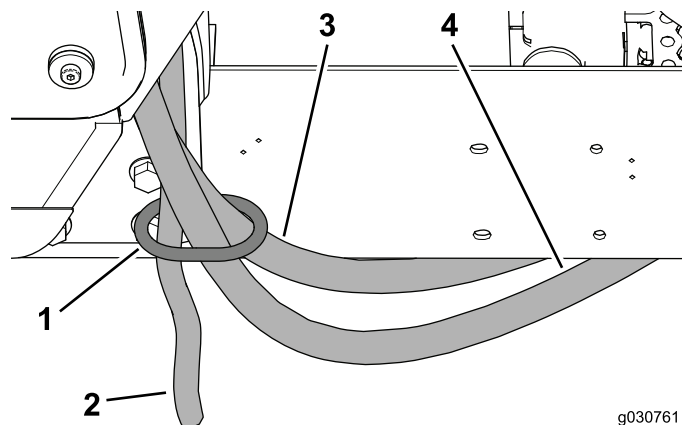

图 35
4. 将加热器软管和排水管穿过后驾驶室底座上的软管环图 35。